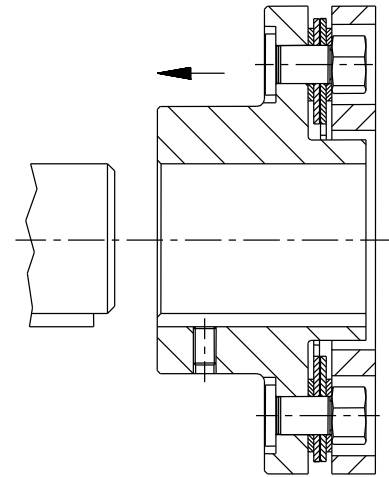

Bild 26: Montage der Halbkupplungen
- Montieren Sie die Halbkupplungen auf die Welle der An- und Abtriebsseite (siehe Bild 26).